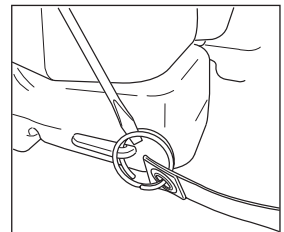

Figura 1.
1. Use un desatornillador plano para extender los anillos en el extremo de las correas para hombros. Inserte los anillos en los orificios de las pestañas en la base del tanque. Gire el anillo hasta que pase completamente a través de los orificios. Asegúrese de que las correas no estén torcidas. **Ver la Figura 1.**